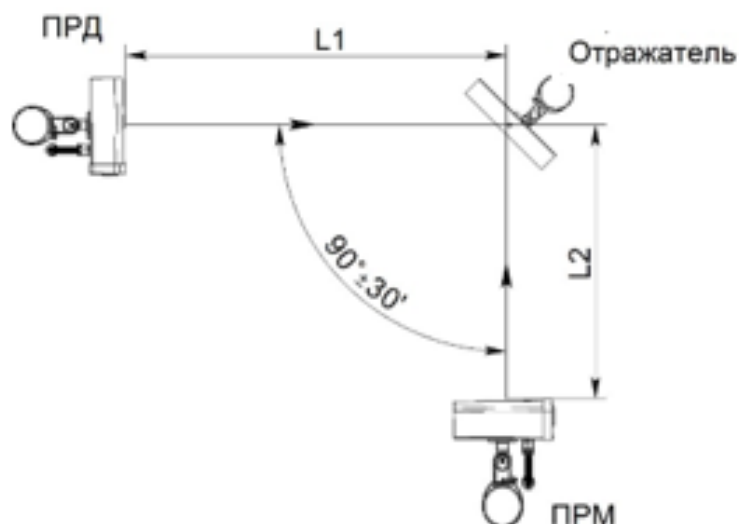

Рисунок 29 – Установка извещателей с применением отражателя
2.3.11.2 При работе извещателей с «Отражателем-МЛ» (рисунок 29) суммарная длина ЗО ($L1+L2$, где $L1$ – расстояние между блоком ПРД и отражателем, $L2$ – расстояние между отражателем и блоком ПРМ) не должна превышать: